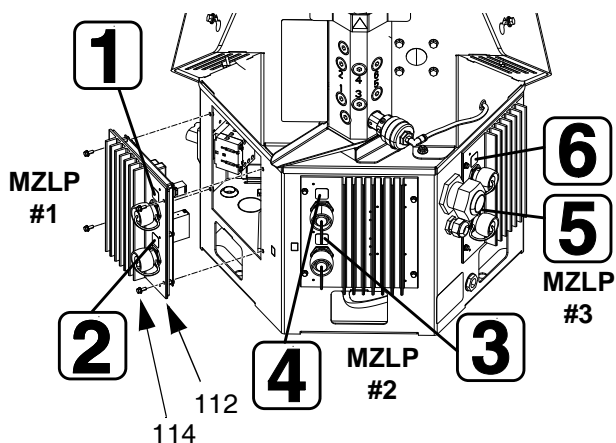

図 45
2. 電気エンクロージャのフロントアクセスドア (10) を取り外します。
3. MZLP (112) の外部から加熱ホースの電気コネクタを外します。
4. 各ケーブルの位置を確認後に、全てのケーブルを交換されるMZLP (112)から抜いて下さい。図 45。
5. MZLP (112)を電気エンクロージャ(1)に固定する四本のネジ(114)を外してから、気を付けて電気エンクロージャからMZLPを外します。図 45。
6. MZLPを交換して下さい。MZLP #1、MZLP #2、MZLP #3 の特定については、図 45 を参照してください。
- b. MZLP #3の交換の際は、ジャンパー (135)を MZLP #3 J5のコネクタから外して、再び新しいMZLP #3 J5コネクタに設置して下さい。
2. チャンネルラベルステッカーを新しい MZLP に貼ります。図 45。
3. MZLP (112)を電気エンクロージャ(1)へ設置する際は、四本のネジ(114)を使用して下さい。
4. ケーブルをMZLP (112) に再接続します。